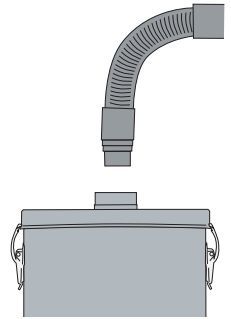

figura 8
2. Quitar la manguera del adaptador en la tapadera del aparato (**figura 8**).